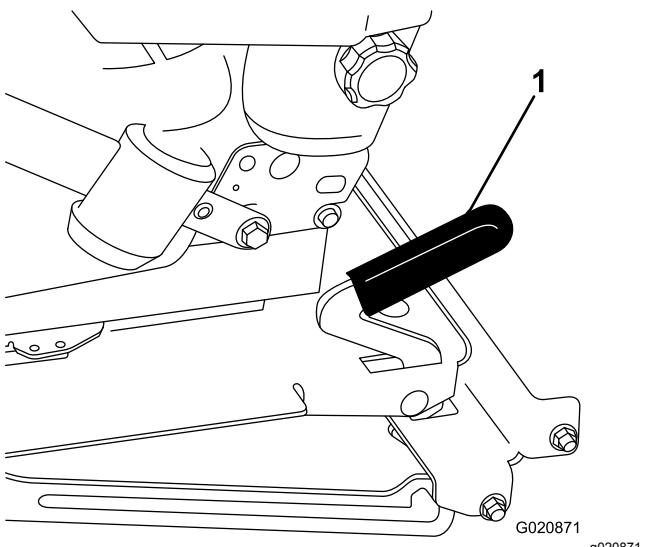

Figure 21
2. Tirez le levier de blocage en avant et soulevez-le pour débloquer le siège (Figure 21).